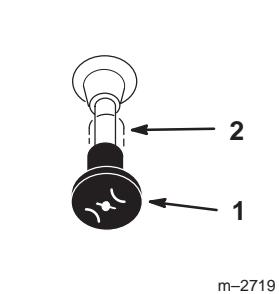

Figure 17
- Placez la manette de starter en position en service pour démarrer à froid (Fig. 17).
- Lorsque le moteur a démarré, amenez progressivement la manette de starter en position hors service (Fig. 17). Si le moteur cale ou hésite, ramenez la manette de starter à la position en service pendant quelques secondes. Réglez ensuite le levier d'accélérateur à la position voulue. Répétez l'opération si nécessaire.